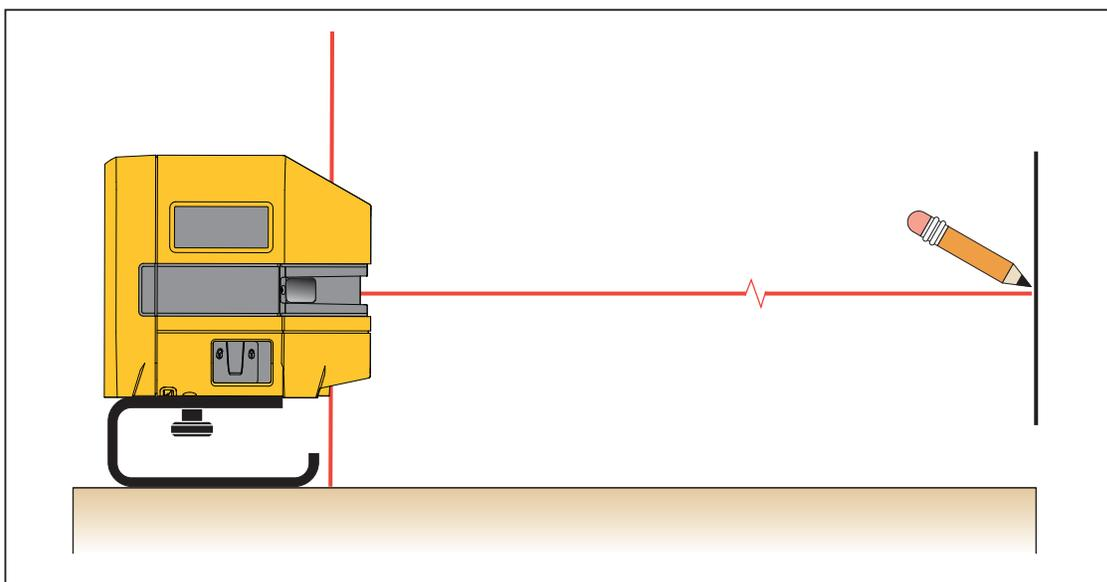

Figure 2. Nouvel alignement horizontal ou diagonal
2. Allumez le Produit et pointez le laser avant vers la zone cible. Voir la figure 2.